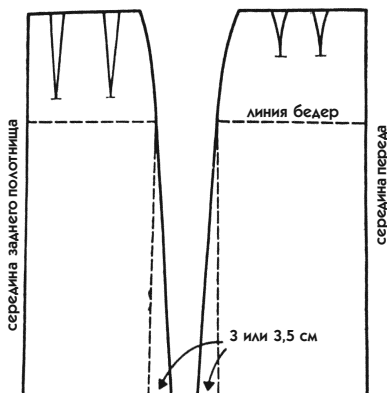

Рис. 82
Для некоторых типов телосложения выбирается совсем прямая юбка. В этом случае отдается дань классическому силуэту, который показан на рис. 82. Но можно слегка расширить юбку книзу, чтобы
2. Полученные точки соедините прямыми линиями с линией бокового среза на уровне ширины бедер (на рис. 82 это сплошные линии).